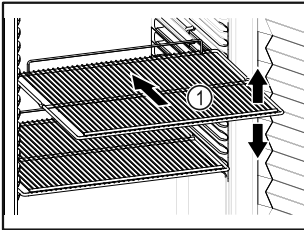

Fig. 59 Esimerkkikuva
- Sovita siirrettävät rivilätasot Fig. 59 (1) korkeuden mukaan.